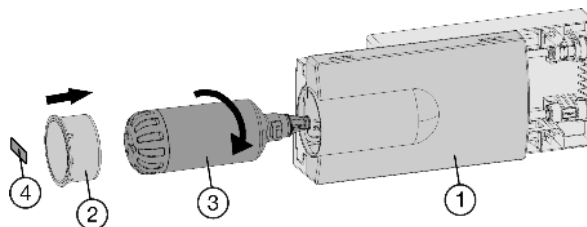

Fig. 9
- ▶ Mettre en place le filtre à eau Fig. 9 (3) à eau puis le tourner d'env. 100° vers la droite jusqu'à la butée.
- ▶ Insérer le tiroir Fig. 9 (1).
- ▶ Poser le couvercle du filtre Fig. 9 (2).
- ▶ Inscrire la date du dernier remplacement sur l'autocollant Fig. 9 (4) fourni puis le coller sur le module.